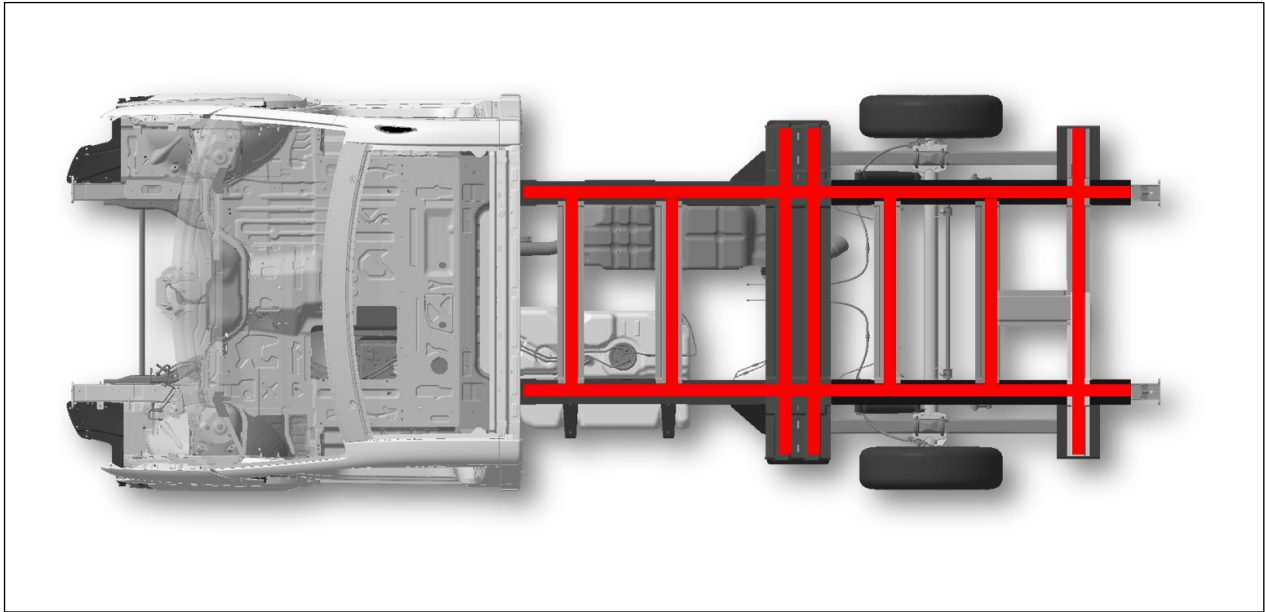

Abb. 3: Crafter-Flachrahmen-Fahrgestell- Klebeflächen für Aufbau (Prinzipdarstellung Rahmenfläche)
- Der Benetzungsgrad der Klebgebiete (rot) muss **mindestens 75 %** betragen (siehe Abb. 3 „Crafter-Flachrahmen-Fahrgestell-Klebeflächen für Aufbau“)